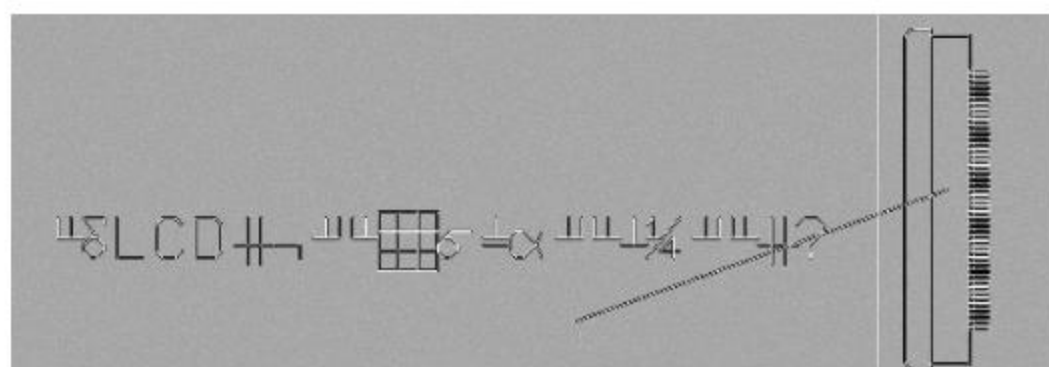

图 8-33 乱码文字
3. AutoCAD 结构导入到 AD 后,文字变成乱码,如图 8-33 所示。如何解决?